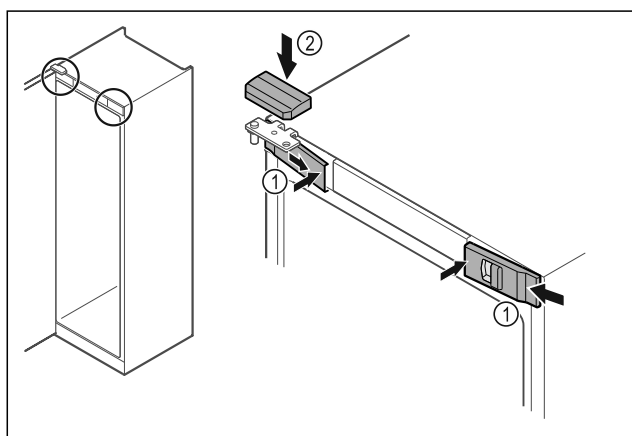

Fig. 33
- 从侧部挂入前盖板 Fig. 33 (1) 并从内部将其卡紧。
- 从上方卡紧上盖板 Fig. 33 (2)。